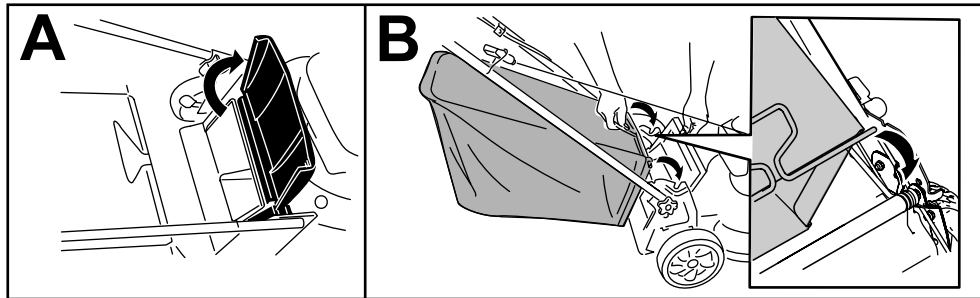

Figura 15
1. Levante y sujete el deflector trasero (Figura 15, A).
2. Instale la bolsa de recogida, asegurándose de que los pasadores de la bolsa descansan en las muescas del manillar (Figura 15, B).